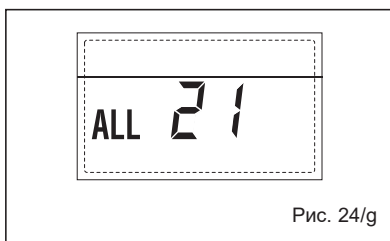

Рис. 24/g
– СРАБАТЫВАНИЕ ПРЕДОХРАНИТЕЛЬНОГО ТЕРМОСТАТА ВТОРОЙ СМЕШАННОЙ ЗОНЫ “ТРЕВ 22” (рис. 24/r)